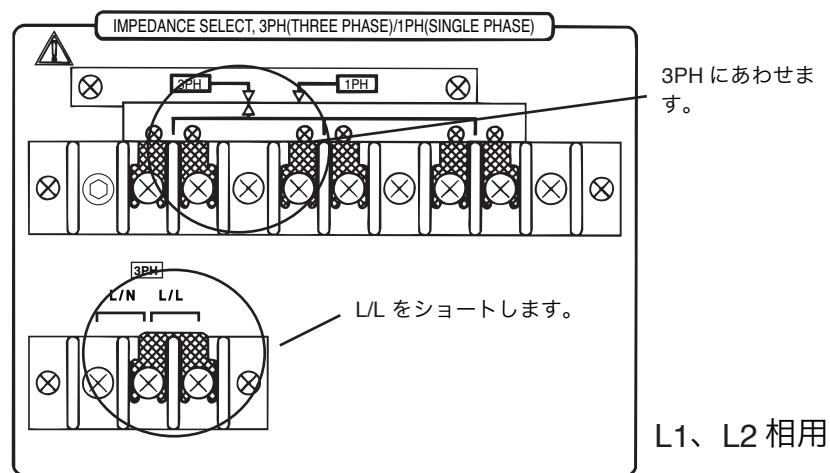
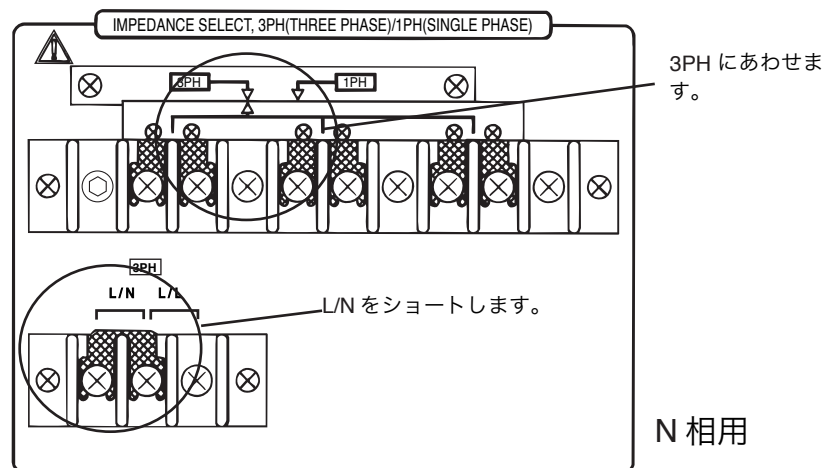

図 5-4 L1, L2 相用の設定
図 5-5 N 相用の設定
3. 本製品 2 台の端子盤がそれぞれ図 5-4、図 5-5 のように設定されているか確認します。